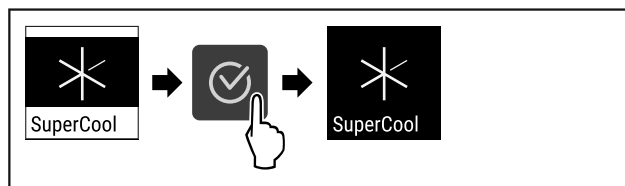

Fig. 73
- ▶ Proved'te akční kroky (viz Fig. 73).